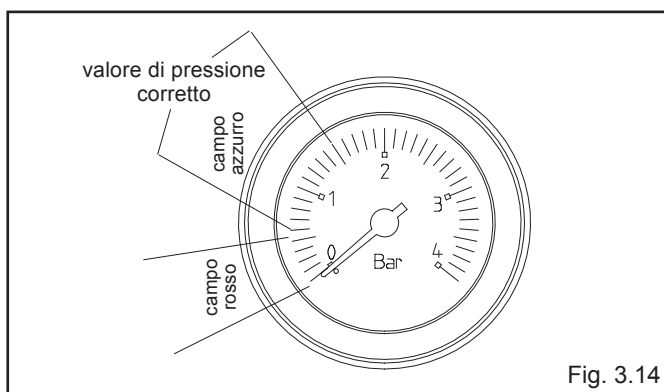

Fig. 3.14
- aprire di due o tre giri il tappo della valvola di sfogo aria automatica (A)
- aprire il rubinetto di riempimento (B) fino a che la pressione indicata dall'idrometro arrivi a circa 1 bar (fig. 3.14).